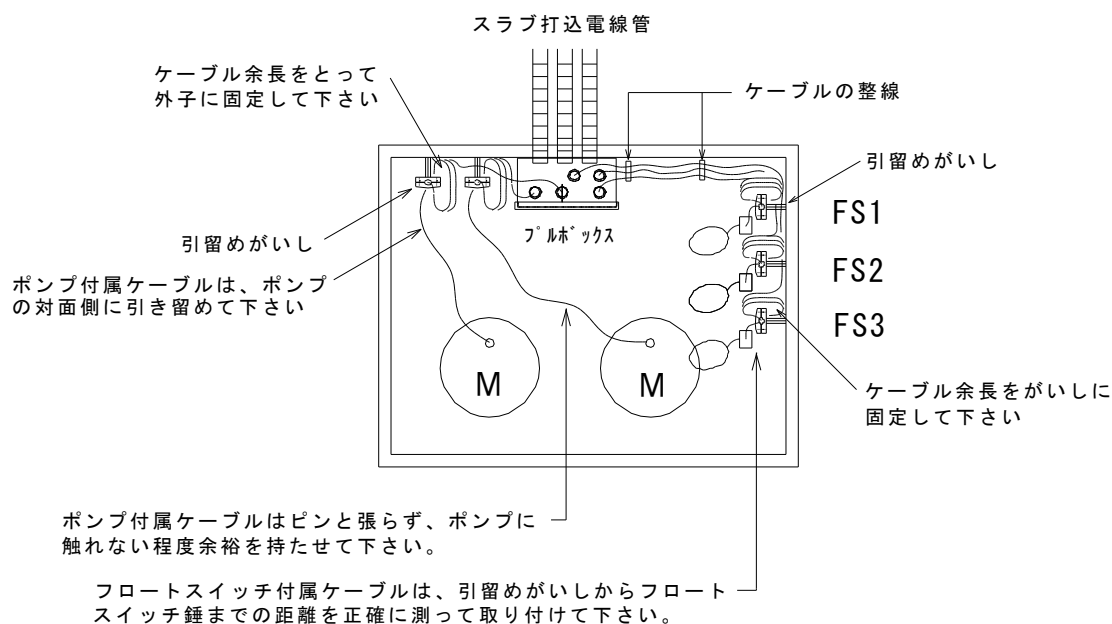

図 13 開口部周りの配線方法
④ー17 電気工事
- ・図 13 を参考に水中ポンプ及びフロートスイッチの配線（開口部周り）をおこなってください。